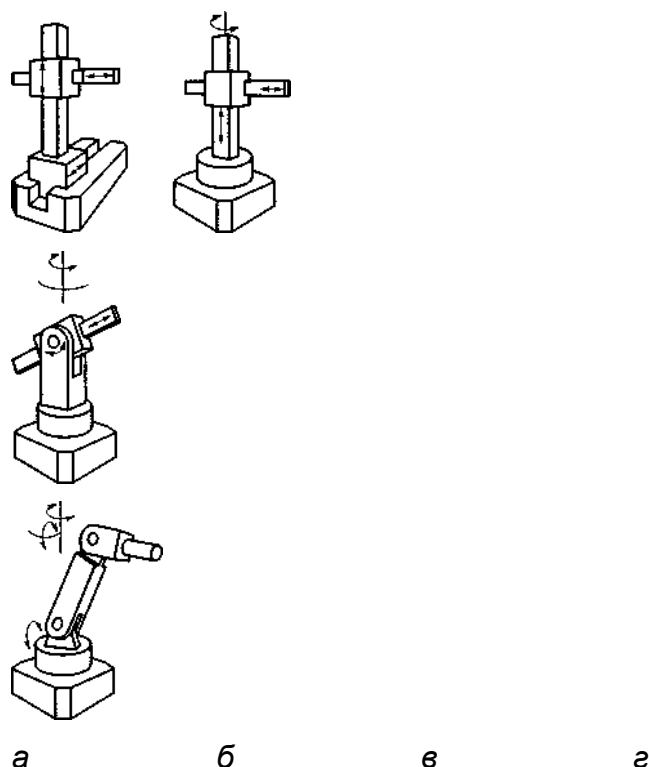

Рис. 1. Схемы движений промышленного робота
4. Определите число степеней свободы для схем движений промышленного робота (рис. 1) и укажите, какая система координат используется в каждом конкретном случае. Укажите, какая из приведенных систем координат обеспечивает наибольшую и наименьшую зоны обслуживания промышленным роботом